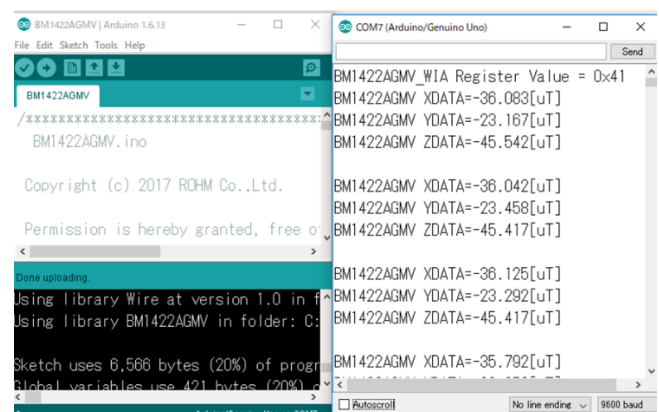

図 7 Serial Monitor 画面
5. Serial Monitor のログを確認 (図 7)